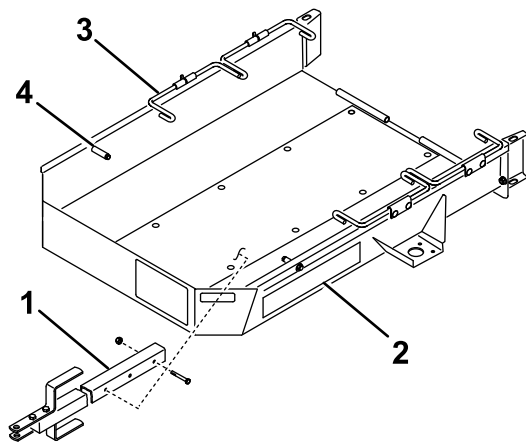

図 2
4. スロットルを低速にセットし、**ゆっくりとした速度**で、モアをトレーラに上げ、ホイールがトレーラのストップに当たるまで前進させる 図 2。
6. 第二組目のホイールロッドを下向きにする 図 2。